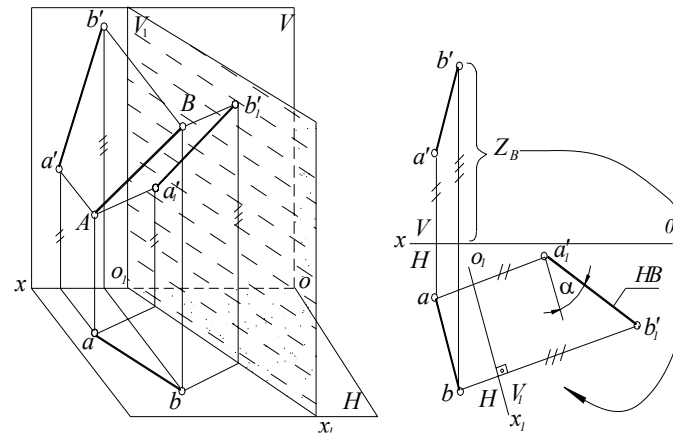

Рис. 1.58. Спосіб заміни площини V на $V_1 \perp H$
Суть способу заміни площин проекцій (пл. пр.) виражається в тому, що, зберігаючи положення точок, прямих і фігур у просторі незмінним, система доповнюється площинами, які утворюють з площиною V або H і між собою системи двох взаємно перпендикулярних площин, які приймають за площини проекцій (рис. 1.58).
1. “Нову” площину проєкцій (пл. пр.) розміщують паралельно прямій на будь якій відстані. На комплексному кресленку вісь нової системи пл. пр. буде паралельна одній із проєкцій прямої (у нашому випадку горизонтальній) (рис. 1.58, 1.59).